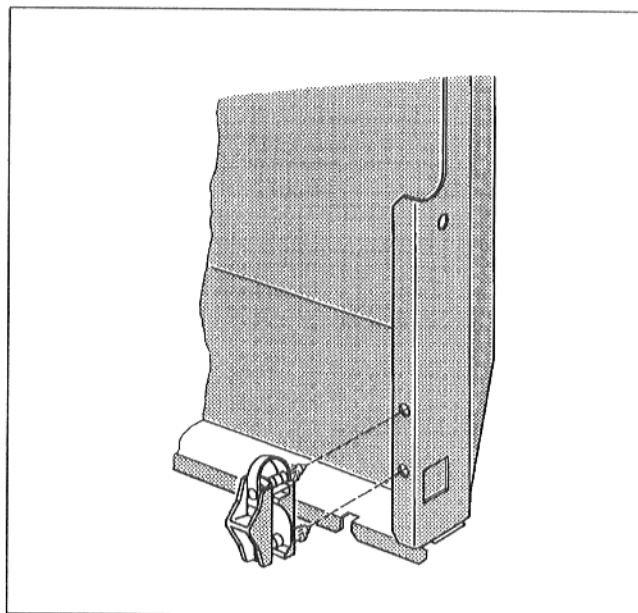

Fig. 10
- Selon que la butée de la porte du brûleur se trouve à droite ou à gauche, insérer les deux goupilles antitraction dans les perforations situées sur le rebord de la façade (Fig. 10).